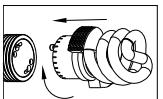

Figure 2
6. Align keyholes on back of fixture Housing Assembly (4) with screws previously installed into junction box. Lift fixture up, rotate counter clockwise and tighten screws to secure Housing Assembly against ceiling.
7. To install Integrated Lamps/Ballast (7), insert pins into socket (8) and rotate clockwise until secure. See Fig. 2.
5. Use Capuchones de Alambres (2) para conectar el alambre negro del luminario al alambre negro de suministro de electricidad y el alambre blanco del luminario al alambre blanco de suministro de electricidad.
6. Alinee las bocallaves en la parte trasera del Ensamblaje de la Carcasa del luminario (4) con los tornillos revienta instalados en la caja de ensambladura. Levante el luminario hacia arriba, gire hacia su derecha y apriete los tornillos para asegurar el Ensamblaje de la Carcasa contra el techo.
7. Para Instalar la lámpara/Balastro (7) inserte las clavijas en la base del enchufe (8) y gire hacia su derecha hasta que quede segura. Vea Fig. 2.